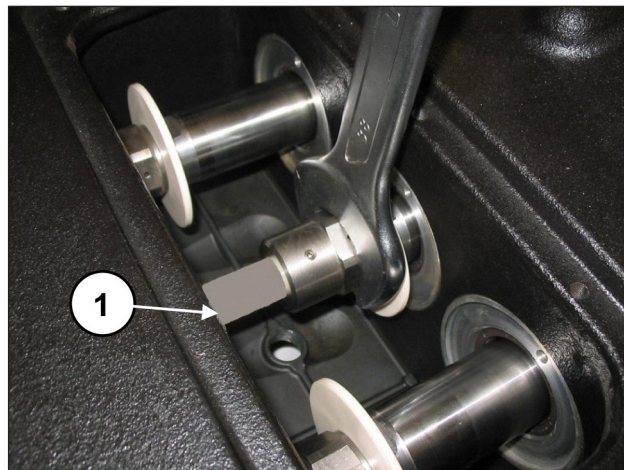
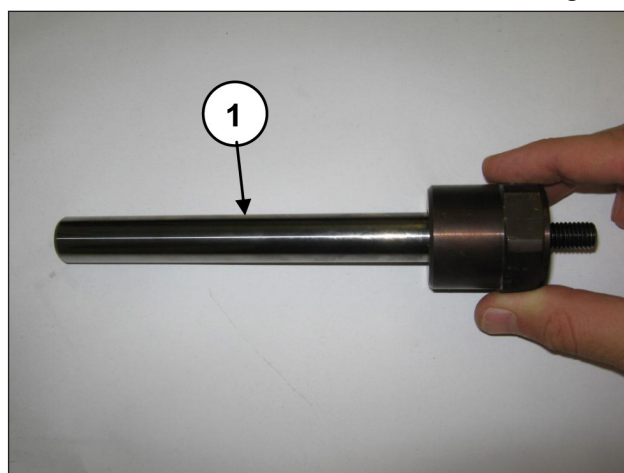

Fig. 108
Fig. 109
Desmontar las bombas con una llave de horquilla (pos. ①, Fig. 108) y controlar su desgaste (pos. ①, Fig. 109). Sustituirlos si es necesario.